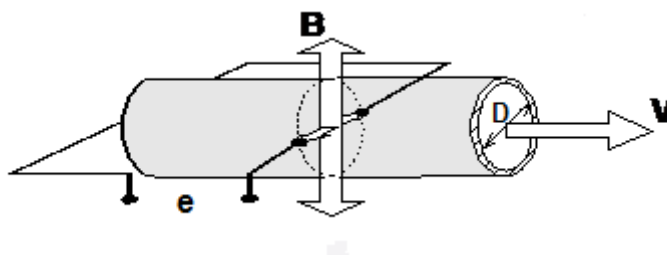

Рисунок 1 – Схема принципиальная расходомера электромагнитного
1.5.1 Принцип работы расходомеров основан на явлении электромагнитной индукции – наведении э.д.с. в проводнике, движущемся в магнитном поле (рис. 1). При движении электропроводящей жидкости в поперечном магнитном поле, в ней, как в проводнике, наводится э.д.с. Величина э.д.с. ( $\mathcal{E}$ ), согласно закону Фарадея, пропорциональна диаметру внутреннего сечения трубопровода  $D$ , магнитной индукции в канале  $B$ , и средней по сечению скорости потока  $V$ . При постоянном значении индукции магнитного поля значение э.д.с. зависит только от скорости потока жидкости, а, следовательно, от объемного расхода.